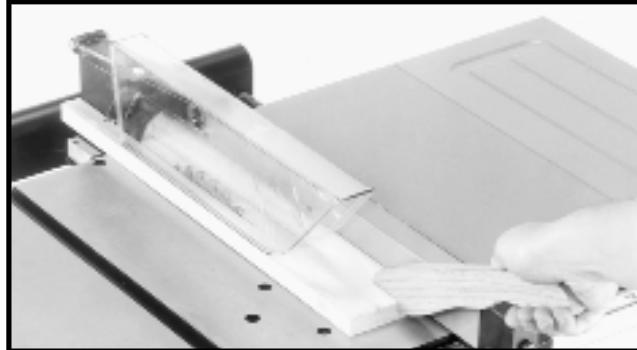

Fig. 47
2. Si el trabajo cortado longitudinalmente tiene menos de 10 cm (4 pulgadas) de ancho, siempre debe usarse una vara para empujar completamente la alimentación, como se muestra en la Fig. 47. La vara para empujar puede realizarse fácilmente a partir de material de desecho, según se explica en la sección "**CONSTRUCCIÓN DE UNA VARA PARA EMPUJAR**".